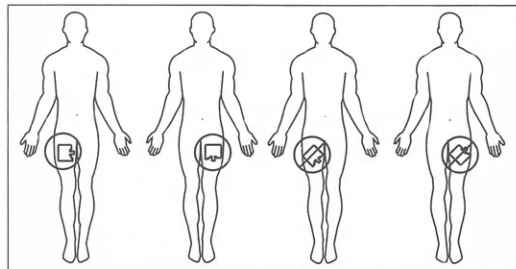

図 1
1. 対極板の貼付部位は、手術部位に近く通電性の良い部位（大腿部前面等）を選択する。腕または脚部に使用する場合は、図 1 ○印の様に身体に対して縦向きもしくは横向きに貼付